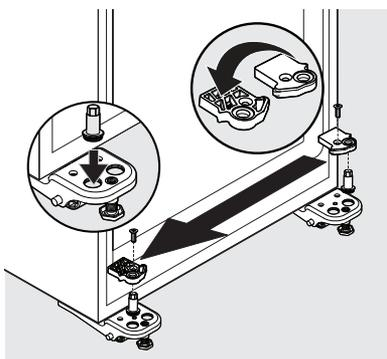

figura 5
10. Instale de nuevo el pasador en el orificio externo y apriete con la llave inglesa. Dé la vuelta 180° al tope de la puerta y colóquelo en la bisagra contraria. Coloque el tornillo de nuevo (consulte la figura 5).